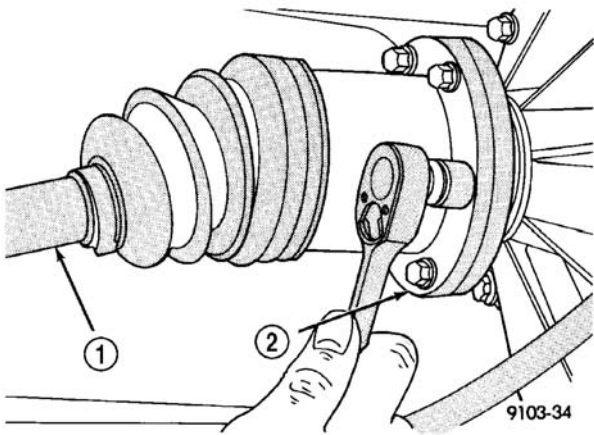

图 5 内半轴螺栓
- (3) 安装内半轴固定螺栓（图 5）。紧固螺栓至 $61\text{N} \cdot \text{m}$ (45 ft.lbs.) 的扭矩。